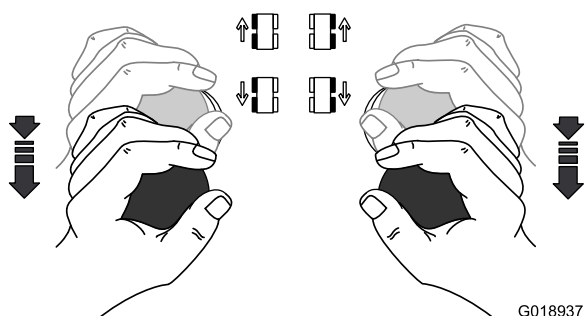

Figure 39
- Pour déplacer la machine en **marche arrière**, saisissez les deux leviers de commande de déplacement et tirez-les en arrière. Pour arrêter la machine, ramenez les leviers à la position point mort (Figure 39).